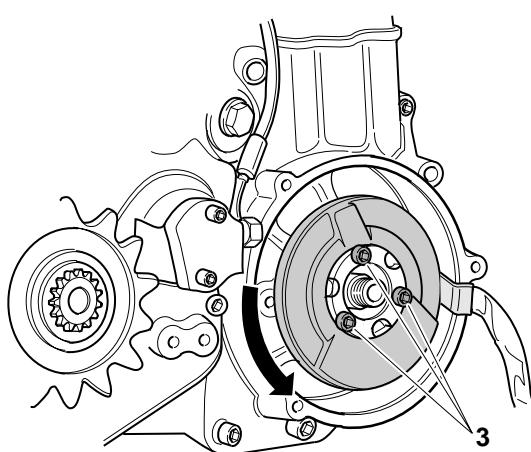

Fig.51
5. Serrare le 3 viti "3"(Fig.51) di bloccaggio dello statore "4" utilizzando della **Loctite** frenafiletto di **Tipo medio 243**.
5. Tighten the 3 screws "3" (Fig. 51) of to block of stator "4" utilizing **Loctite of middle type 243**.
5. Die 3 Schrauben "3" (Abb.51) zur Blockierung des Stators "4" festziehen: zu diesem **Zweck Loctite (Mittelart 243)** benutzen.
5. Serrer les 3 vis "3" (fig.51) blocage stator "4" en utilisant **Loctite Type moyen 243**.